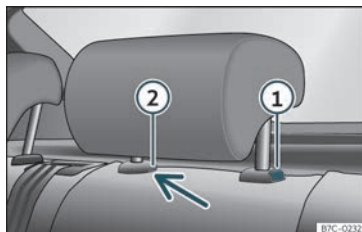

Fig. 99 Reposacaps del darrere: desmuntatge.
• Premeu la tecla» fig. 99 ① i, prement alhora per l'orifici del fiador ② amb un tornavís pla de màxim 5 mm d'amplada, traieu el reposacaps.